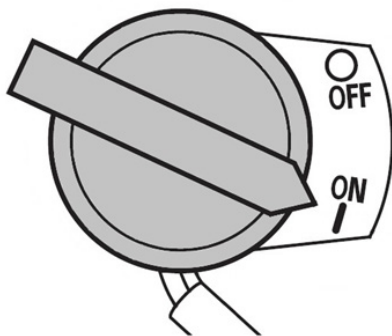

Рис. 16 Выключатель зажигания
5. Выключатель зажигания переведите в положение «ON» (Включено) (Рис. 16).
2. Переведите выключатель зажигания в положение «OFF» (Выключено) (Рис. 16).
3. Закройте топливный кран. При возникновении аварийной ситуации, для экстренной остановки двигателя мотокультиватора переведите выключатель зажигания в положение «OFF» (Выключено) (Рис. 16).